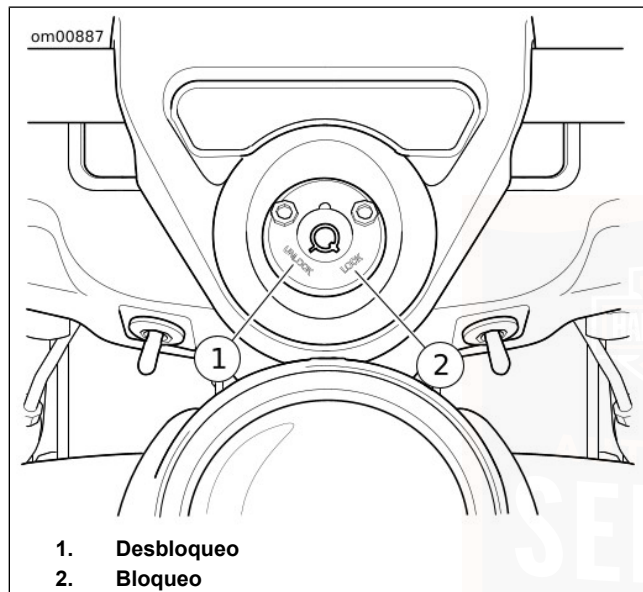

Figura 5. Cerradura de la horquilla: FLHR/FLHC
Vea Figura 5. En los modelos FLHR/FLHRC la cerradura de la horquilla está localizado en la parte superior del cabezal de dirección, atrás de la nacela del faro delantero e incrustado en la cubierta de la abrazadera del manillar.
2. Vea Figura 5. Inserte la llave y gire la perilla del interruptor hacia la izquierda a la posición LOCK (bloqueo). Retire la llave.